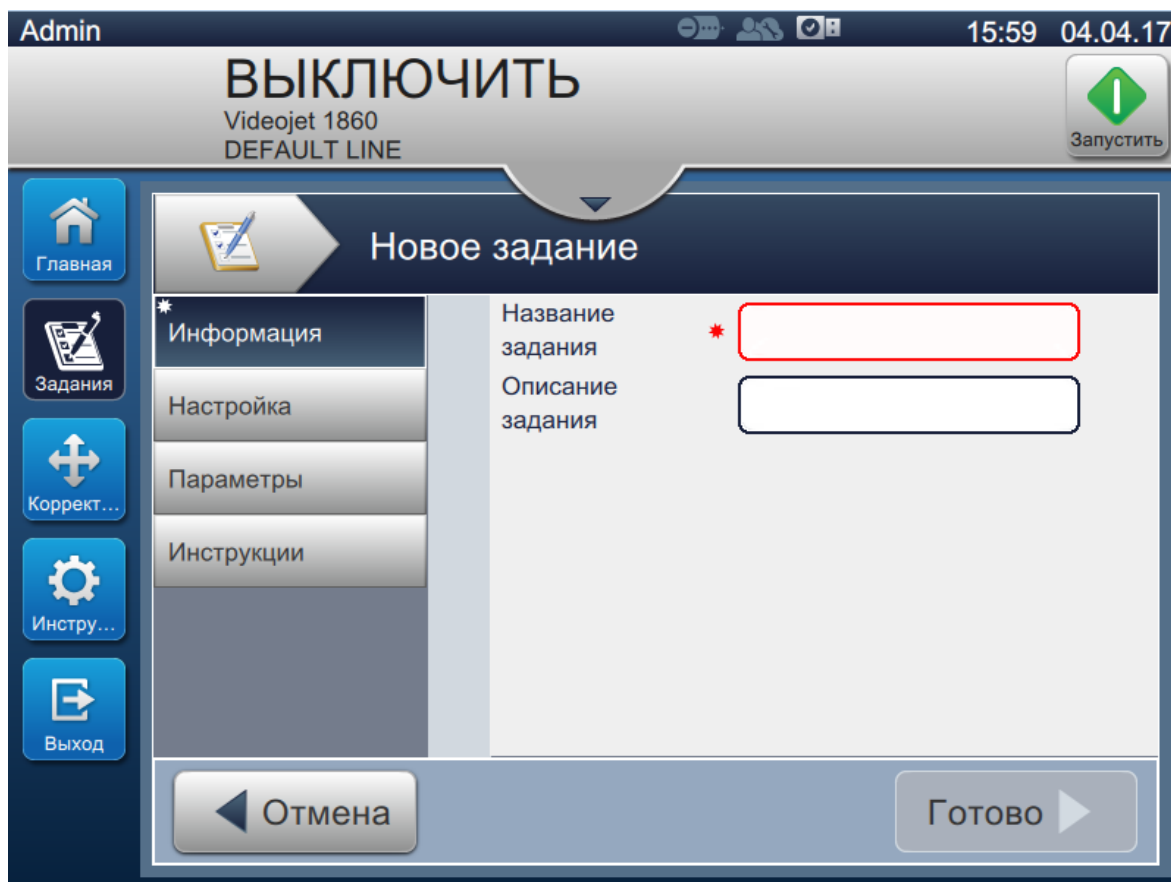

Рис. 5-2. Экран «Информация»
2. Нажмите кнопку , чтобы создать задание. Отобразится экран «Параметры задания», как показано на Рис. 5-2.
На экране «Информация» (Рис. 5-2 на стр. 5-3) можно изменять следующие параметры: